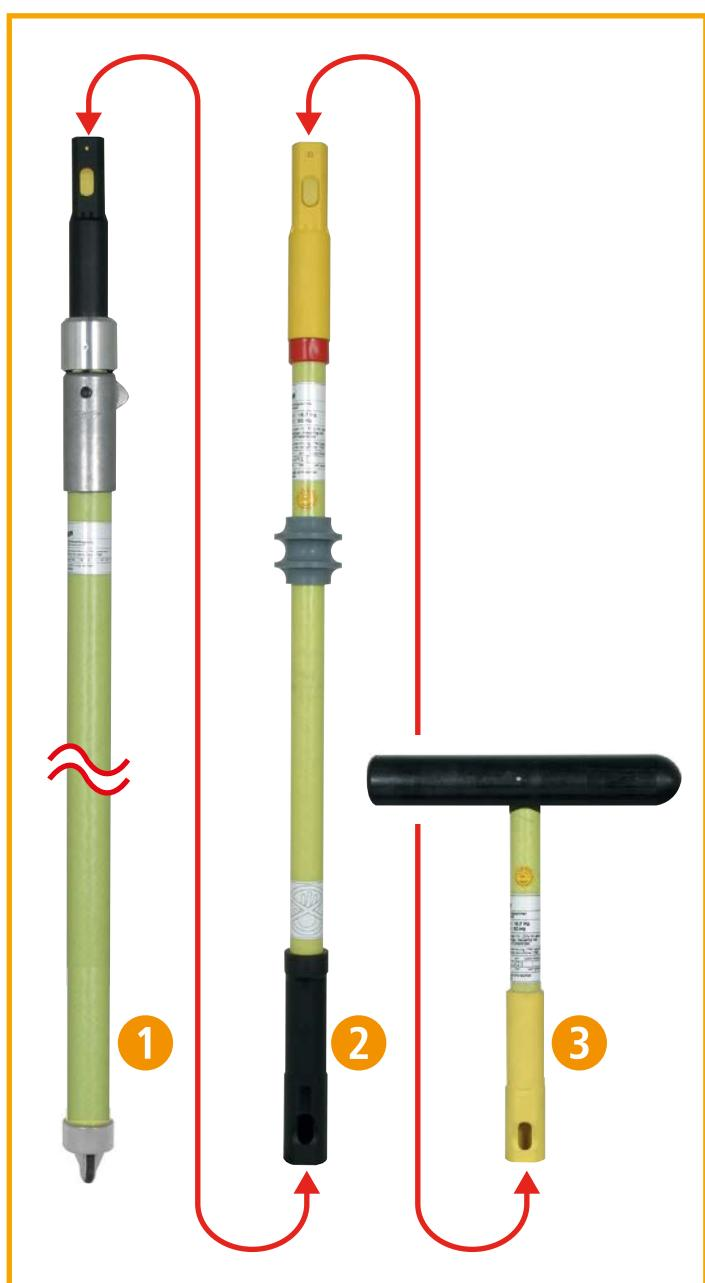

Bild 1 Einzelteile
- ⇒ Die Isolierstange, Handhabeverlängerung und Arbeitskopf sind vor der Montage auf mechanische Schäden (auf festsitzende Schirme, festen Sitz des roten Ringes sowie des schwarzen Markierungsringes, auf Risse und tiefe Kratzspuren im Bereich der Isolierstrecke und des Verlängerungsteiles, ...) zu prüfen (siehe Bild 1, Seite 6).